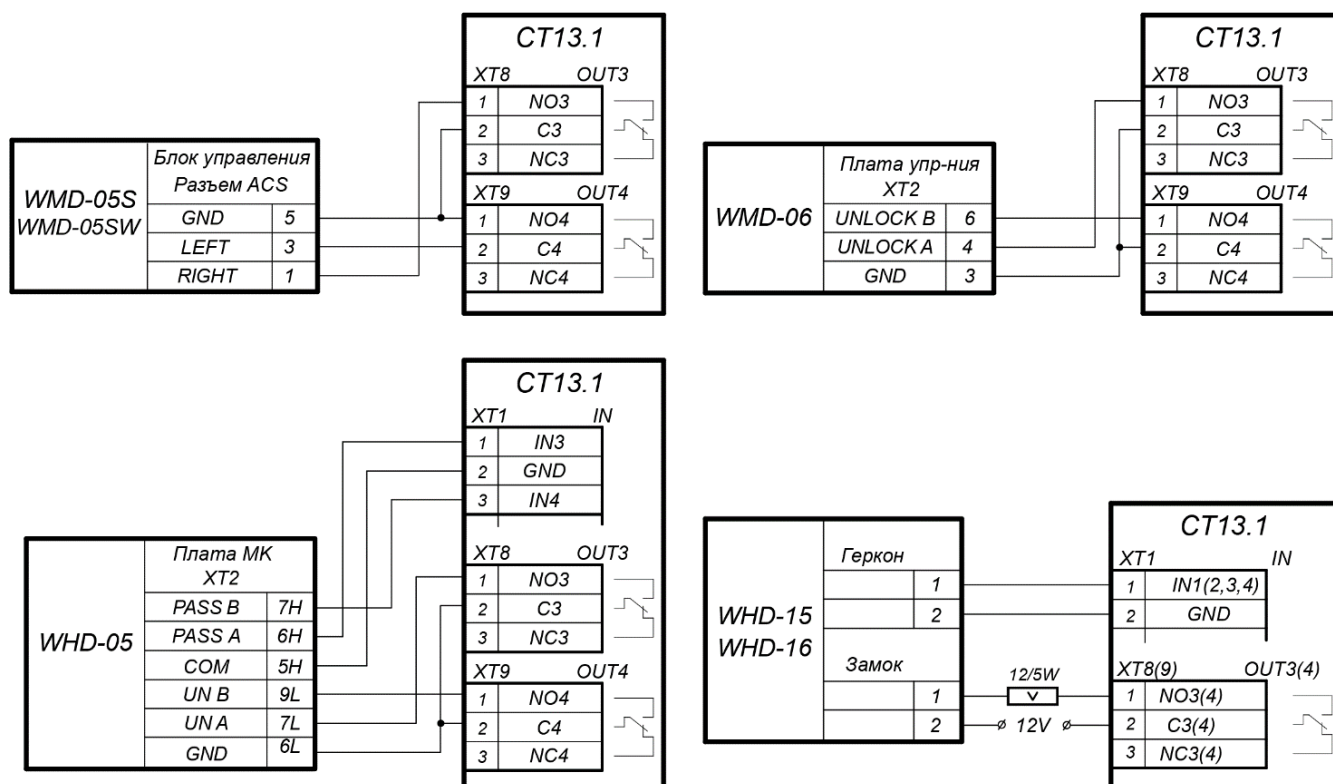

Рисунок 16. Схемы подключений калиток
2. Дополнительный турникет или калитка (ИУ №2) подключается к клеммным колодкам **ХТ1**, **ХТ8**, **ХТ9** нижней платы контроллера в соответствии со схемой для данного типа изделия (см. рис. 16, 17).